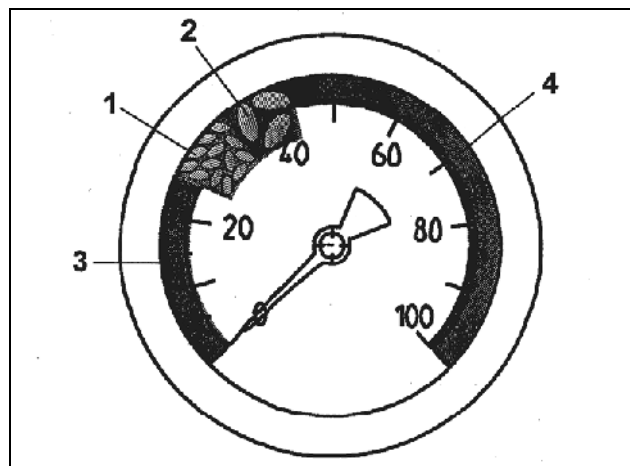

Fig. 107
- 25 y 35 mbar (Fig. 107/1) o.
- entre 35 y 45 (Fig. 107/2) mbar.